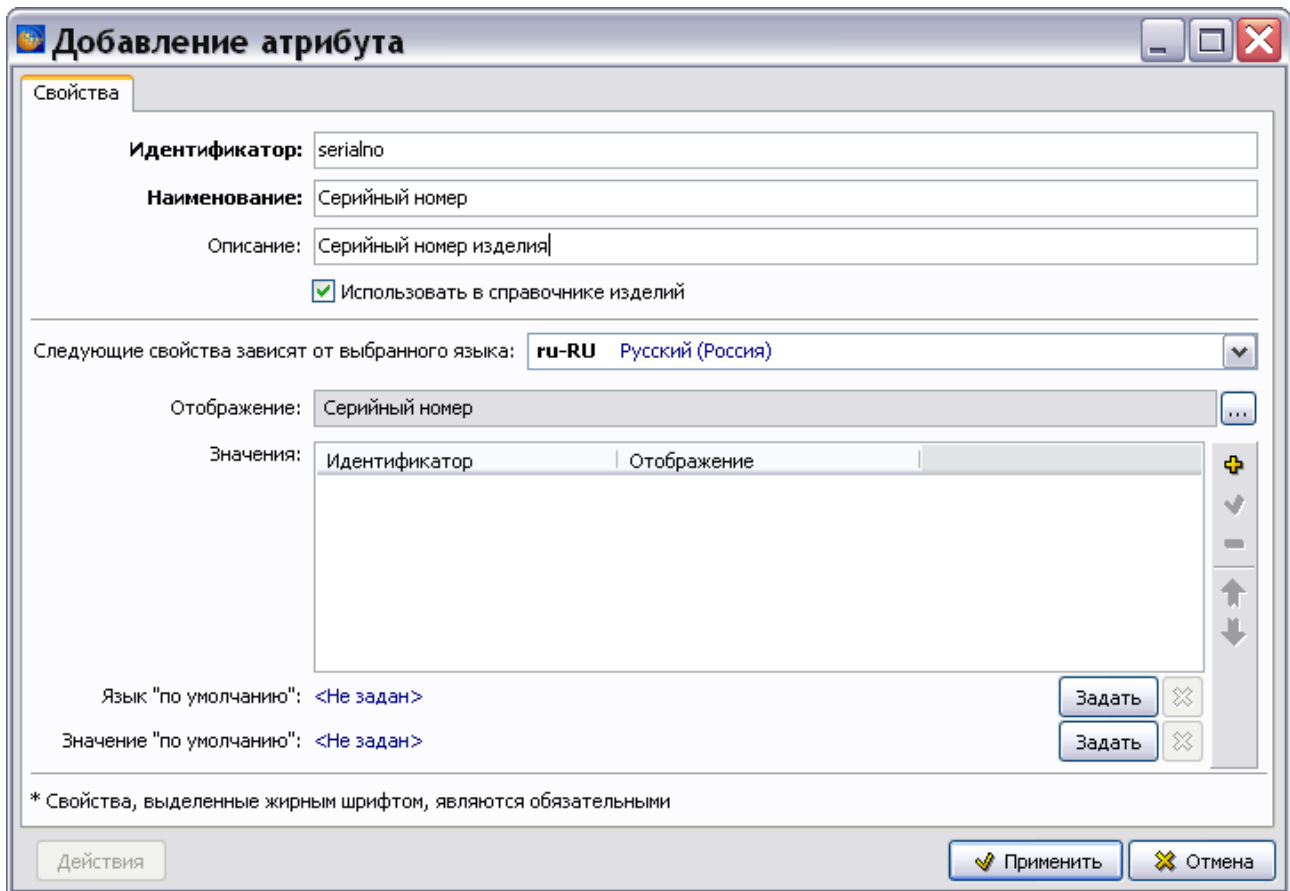

Рис. 22.6
Нажмите на кнопку . При этом произойдет возврат в диалоговое окно **Добавление атрибута** (Рис. 22.6).
6. Выберите из раскрывающегося списка название языка. При этом в поле **Отображение** появится отображение атрибута, соответствующее выбранному языку (Рис. 22.6).